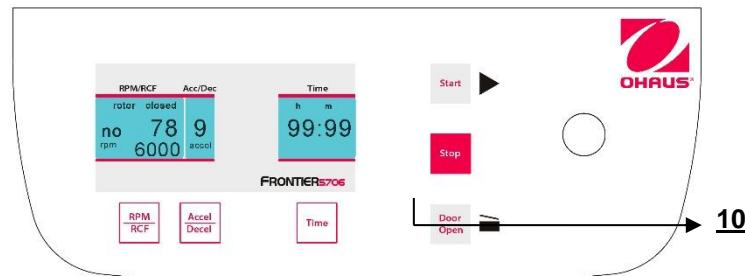

Abbildung. 23
Der Durchlauf kann zu jeder Zeit unterbrochen werden, indem die Taste "Stop" (10) gedrückt wird (siehe Abbildung 23). Nachdem Sie die Taste gedrückt haben, wird sich die Zentrifuge mit der vorab ausgewählten Intensität bis sie zum Stillstand gelangt verlangsamen.